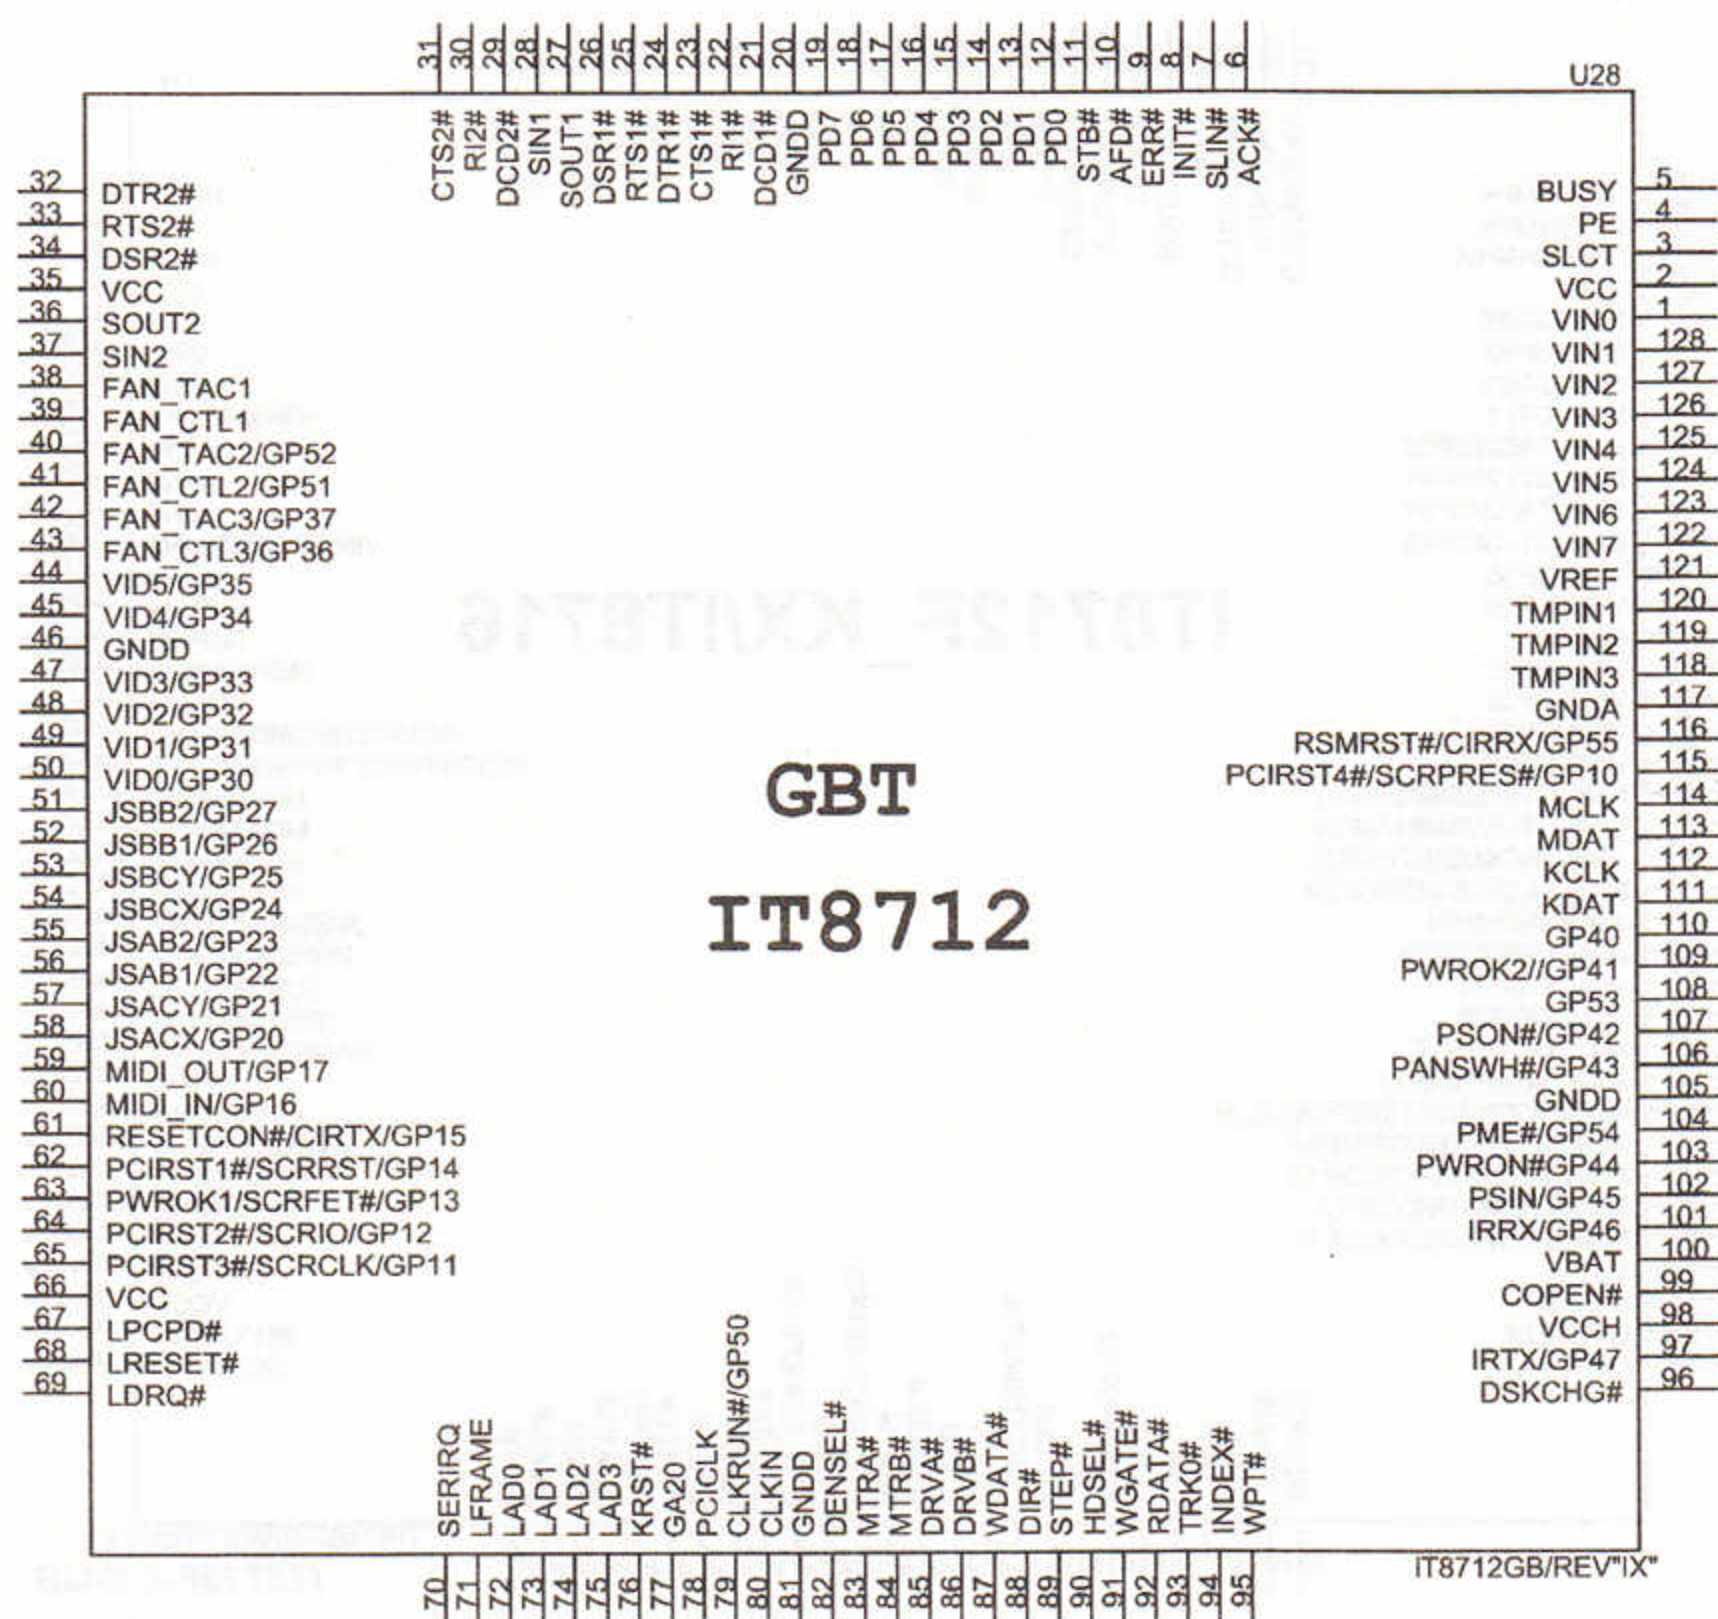

图 3-21 ITE IT8712F (GB) 技嘉专用 I/O 引脚定义图
3.5.2 ITE IT8712F (GB)、IT8716F (GB)、IT8718F (GB) 技嘉专用 I/O 芯片
ITE IT871F (GB) 技嘉专用 I/O 的引脚定义如图 3-21 所示。